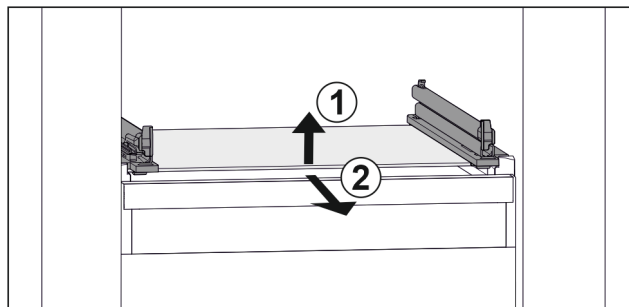

Fig. 111 Primjerni prikaz staklene ploče
- ▶ Staklenu ploču podignite sprijeda. Fig. 111 (1)
- ▶ Izvadite staklenu ploču prema naprijed. Fig. 111 (2)